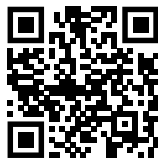

Fig. 101
- ▶ Abrir el Liebherr SmartMonitoring Dashboard. (consulte Fig. 101).